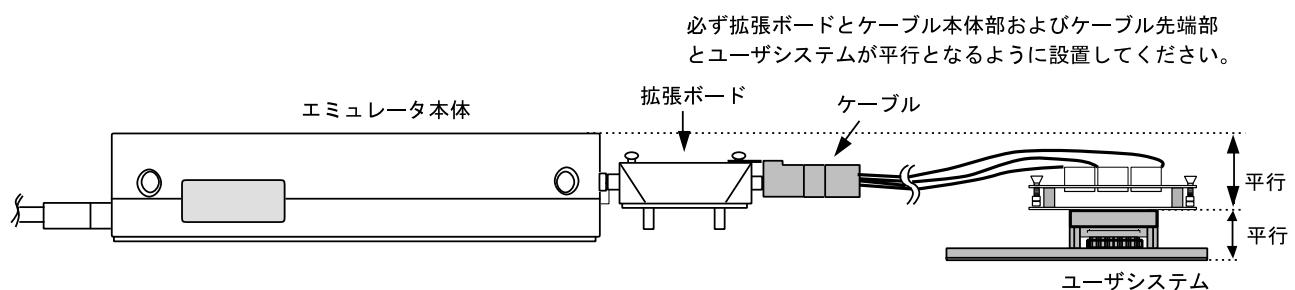

図 1 1 設置例
- (1) ユーザシステムへの接続時には 1 ピン位置に十分注意して、誤接続は絶対にしないでください。
- (2) 本ユーザシステムインターフェースケーブルを使用する場合の推奨マウントパッド寸法は、MCU 実装用マウントパッド寸法とは異なりますので注意してください。
- (3) ケーブル本体部が断線する可能性がありますので、本ユーザシステムインターフェースケーブルの上に重いものや金属等の角の尖ったものを置かないでください。
- (4) ユーザシステムに接続した状態では、ユーザシステムインターフェースケーブル、特にケーブル先端部に無理な力が加わらないように注意する必要があります。図 1 1 の設置例を参照してご使用ください。